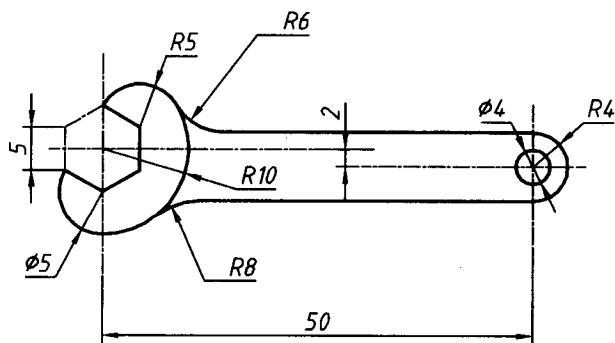

图 1-12
3. 绘制图 1-12 所示的扳手平面图形（不标注尺寸），设置绘图界限为 297×210 。